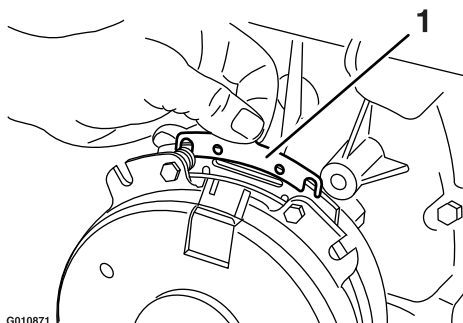

Figure 79
- B. A l'aide d'une pince à becs longs ou avec les doigts, saisissez la languette et déposez la cale (Figure 79).
Enlevez l'herbe, les saletés et autres débris éventuellement accumulés sur la grille du moteur. Cela permet d'assurer un refroidissement et un régime moteur corrects, et réduit les risques de surchauffe et de dommages mécaniques du moteur (Figure 79).